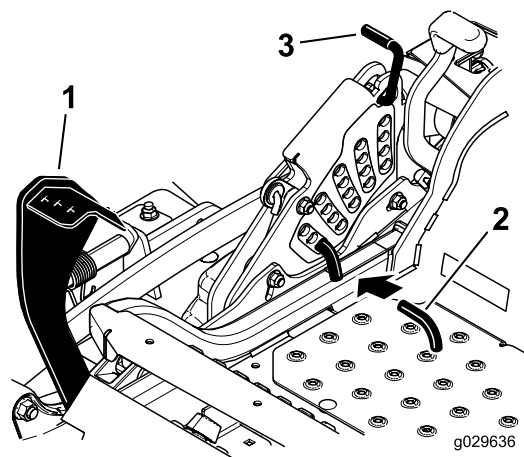

Figure 94
5. Enfoncez la pédale de levage du tablier de coupe au maximum pour verrouiller le tablier à la position de transport de 14 cm (5,5 po) (Figure 94).